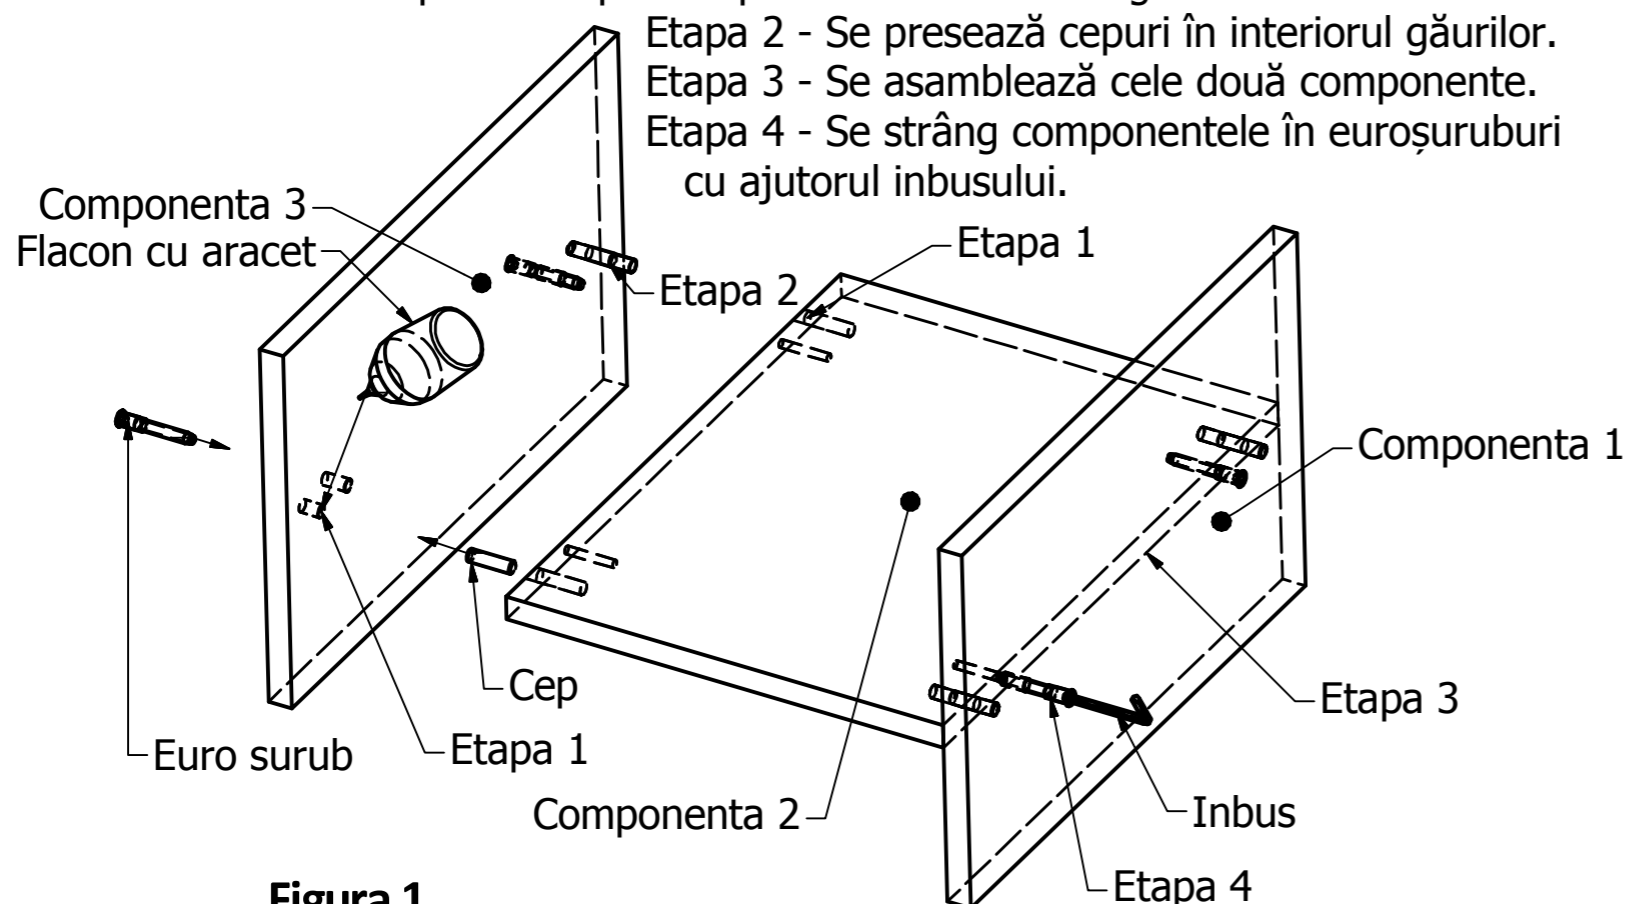

Figura 1
- 1) Se va începe montarea componentelor în ordinea crescătoare a pozițiilor din tabel. Plafon superior CS (Poziția 1) se va pune pe covor după care se așează Perete departitor CS (Poziția 2) urmată de pozițiile 3, 4, etc. până la poziția Spate PFL montându-se conform Figura 1.